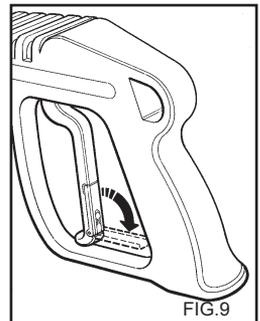

FIG.9
- Stäng fästets skyddskåpa när rengöringsmaskinen inte används (fig.9).